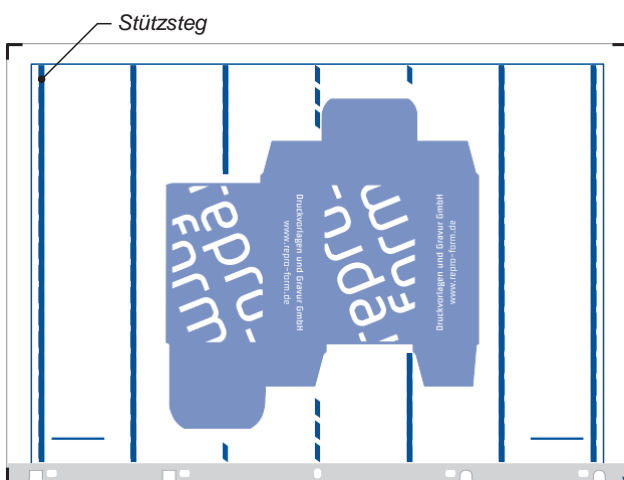

Abb.3: Formaufbau mit Stützstegen
- » Stützstege bitte immer bei nicht voll ausgenutztem Lackbild in die Lackform einarbeiten (s. Abb.3)